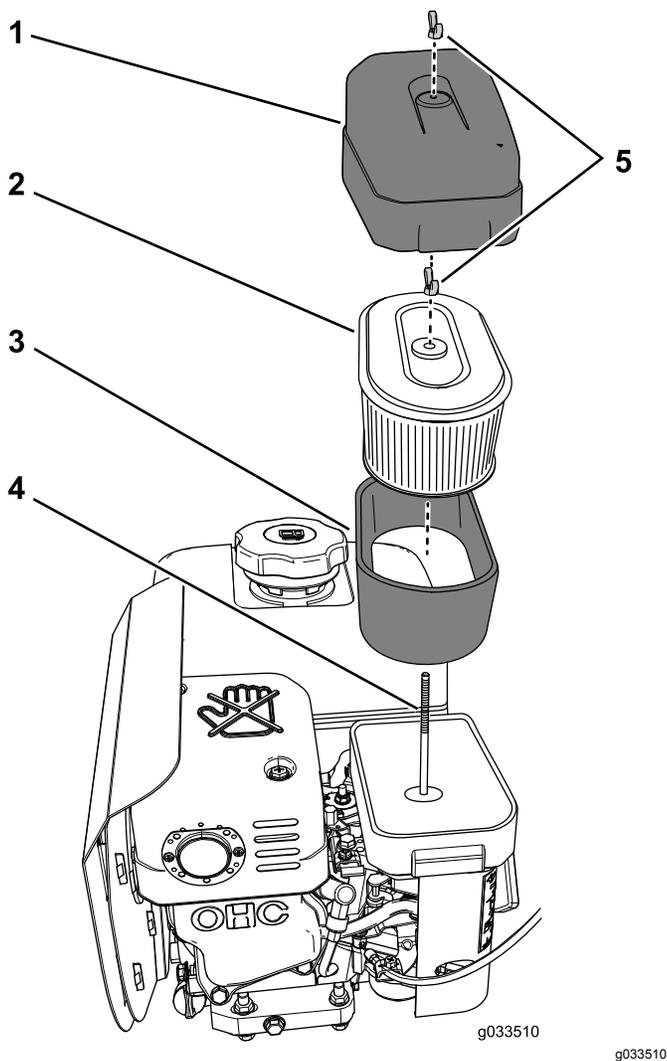

Figura 58
2. Limpie alrededor del limpiador de aire de forma que la suciedad no penetre en el motor y cause daños (Figura 58).
3. Gire la tuerca de orejeta que sujeta la tapa del limpiador de aire en sentido antihorario, y retire la tapa del limpiador de aire (Figura 58).
4. Gire la tuerca de orejeta que sujeta los elementos de papel y gomaespuma del filtro en sentido antihorario y retire los elementos de la varilla de sujeción (Figura 58).
5. Retire cuidadosamente el elemento de gomaespuma del elemento de papel (Figura 58).
1. Inspeccione el elemento por si estuviera roto, tuviera una película aceitosa o estuviera dañado (Figura 58).
1. Deslice cuidadosamente el elemento del filtro de gomaespuma sobre el elemento del filtro de papel (Figura 58).
2. Alinee el taladro de la placa superior del elemento de papel del filtro con la varilla de sujeción del carburador (Figura 58).
3. Sujete los elementos del filtro al carburador con la tuerca de orejeta (Figura 58) que retiró en el paso 4 de Cómo retirar los elementos de gomaespuma y papel (página 55).
4. Alinee el taladro de la tapa del limpiador de aire con la varilla de sujeción (Figura 58), y sujete la tapa a la varilla con la tuerca de orejeta que retiró en el paso 3 de Cómo retirar los elementos de gomaespuma y papel (página 55).